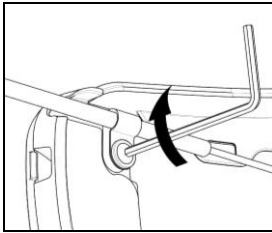
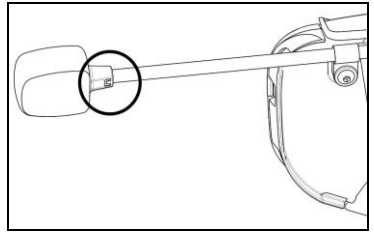

Fig. 36
Fig. 37
- Colocar el micrófono en el lado izquierdo del casco fijando el tornillo al armazón (Fig. 36). Comprobar que el lado del micrófono con la letra "n" esté hacia el interior del casco (Fig. 37).